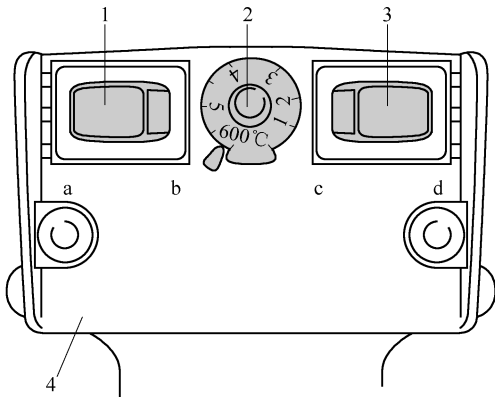

图 1-5-75 热风机上进行的设置
(10) 按图 1-5-75 中所示在热风机上进行设置, 将温度调整电位计 2 调到最大加热功率, 并将风量双挡开关 3 调到位置 d。